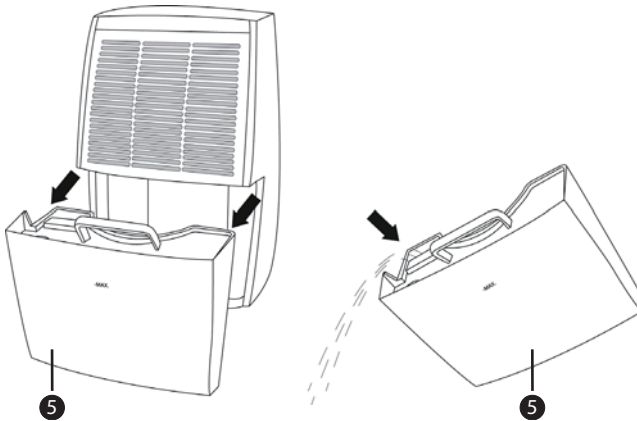

Abb. 1
- Der Wassertank ⑤ hat ein Fassungsvermögen von 7 Litern.
- Der Wasserstand kann vorne am Wassertank ⑤ überprüft werden.
- Das Gerät kann nur mit eingesetztem Wassertank ⑤ betrieben werden.
- Ist der Wassertank ⑤ voll, beginnt die LED WASSERTANK VOLL ⑲ zu blinken. Das Gerät schaltet sich nach einigen Sekunden aus. Für ca. 20 Sekunden ertönt ein Alarmton. Die LED WASSERTANK VOLL ⑲ blinkt, bis der Tank geleert ist.
- ◆ Um den Wassertank ⑤ zu entleeren, ziehen Sie ihn links und rechts etwas heraus und tragen ihn dann am Griff (siehe Abbildung 1).